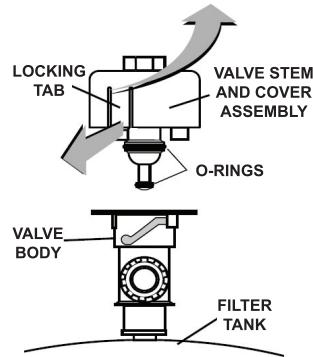

Figure 2
- Das Druckentlastungsventil am Filterbehälter anbauen, die Verriegelungsnasen herausziehen und den Ventilstößel und die Abdeckung durch Drehung nach links wie in Abb. 2 herausheben.